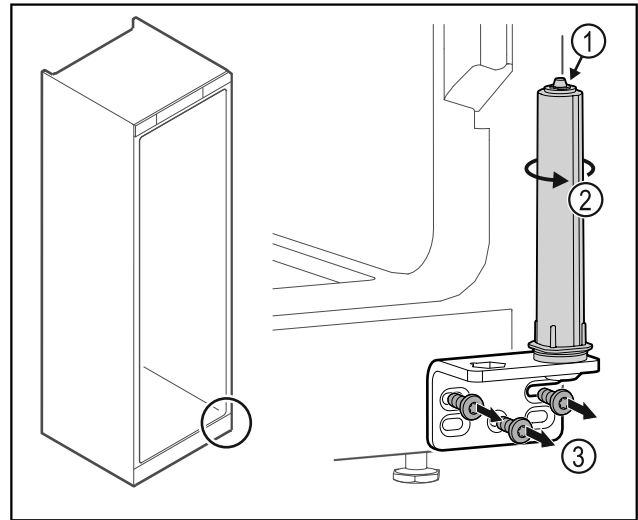

Fig. 38
► Älä pura oven sulkuyksikköä Fig. 38 (1).
- Kierrä sulkuyksikköä Fig. 38 (2), kunnes se naksauttaa.
- Irrota saranakulma Fig. 38 (3).